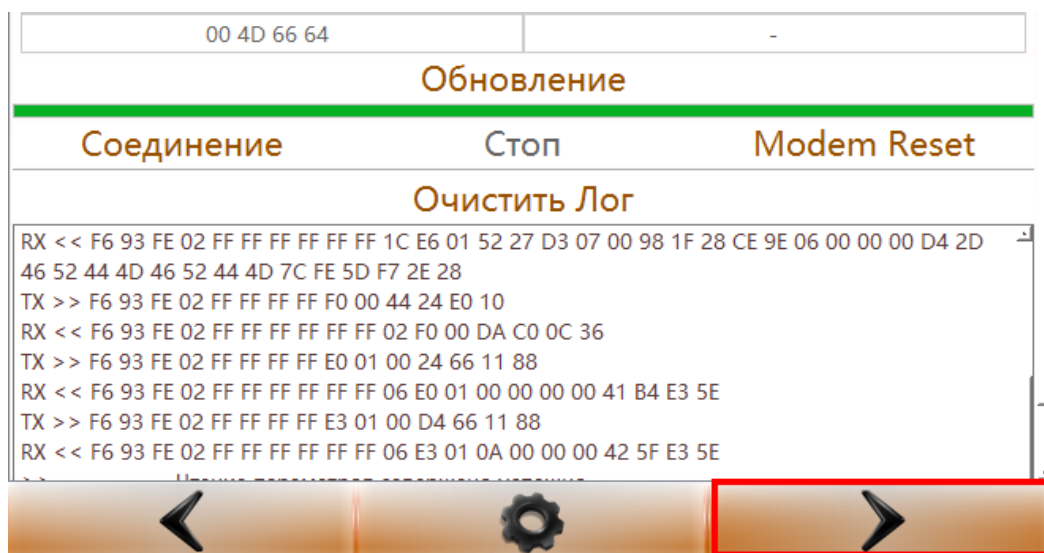

Рис. 4
5. Дважды нажать на кнопке «Вправо» (рис. 4)